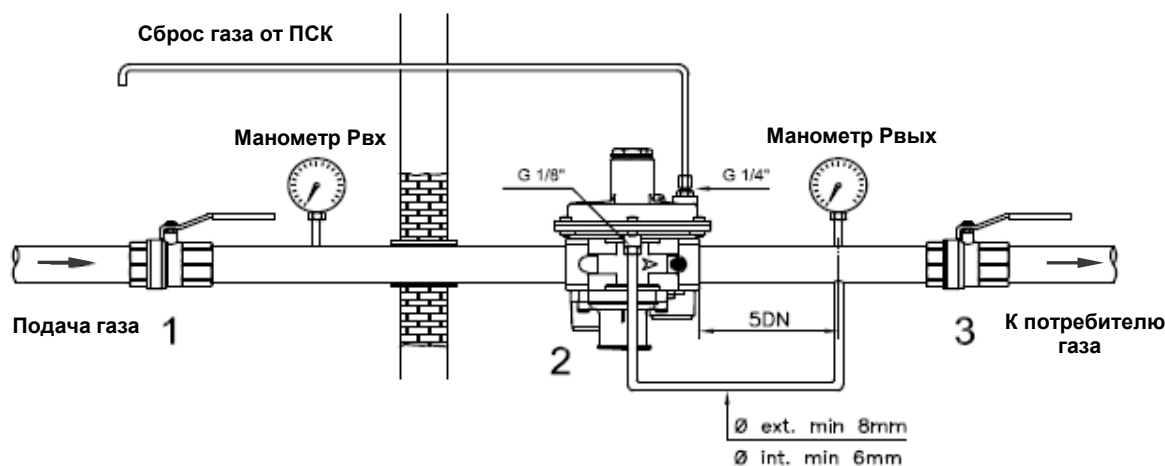

Рис.3. Пример монтажа регулятора модели FRG/2MBZ:
- Регулятор обычно устанавливают перед потребителем. Стрелка на корпусе регулятора (6) должна быть направлена в сторону потребителя.
- Регулятор может быть установлен в любом положении, но предпочтительна установка пружиной (2) в вертикальном положении (см. рис 1 и 2). Для контроля выходного давления снаружи регулятора ближе к выходному патрубку расположен проверочный штуцер (23).
- Если расход газа составляет 40 м.куб/час или более, рекомендуется присоединение внешнего импульса от выходного трубопровода к регулятору, которое осуществляется вместо пробки (29 – условно не показана) G 1/8" (см. пример монтажа Рис.3).
- Если регулятор резьбового исполнения, следить, чтобы резьба на трубе была не слишком длинная. В противном случае, при соединении с трубой корпус (6) может быть поврежден.